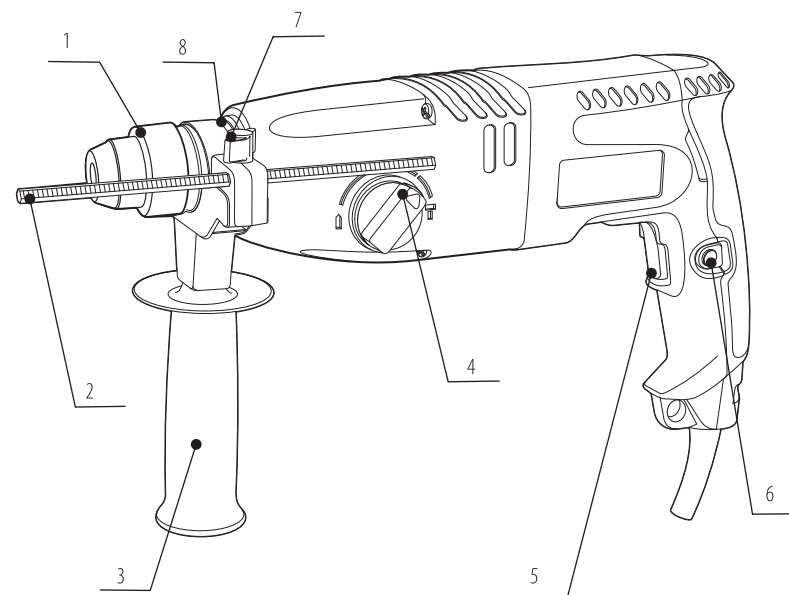

Рисунок 1 - общий вид перфоратора
4.7. Включение / выключение электрического перфоратора осуществляется клавишей выключателя 5 (рис.1) на ручке. Для удобства Вашей работы в изделии предусмотрен фиксатор выключателя 6 (рис.1). Не пользуйтесь фиксатором при работах, в которых может понадобиться внезапная остановка.